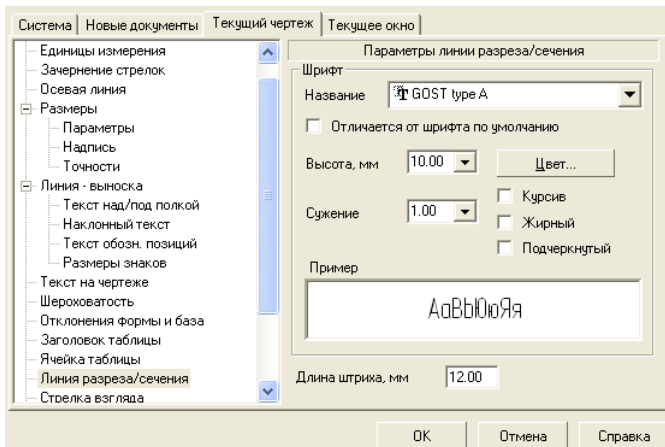

Рисунок 8.14 – Диалоговое окно Параметры с открытой вкладкой Текущий чертеж и панелью Параметры линии разреза/сечения
– щелкните по пункту *Линия разреза / сечения (Стрелка взгляда)*. В правой части появится панель *Параметры линии разреза / сечения (Параметры стрелки взгляда)*, показанная на рисунок 8.14.